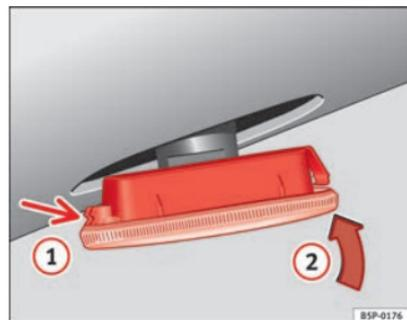

Fig. 195 Indicatori di direzioni laterali
- Prima collocare l'intermittente nel foro della carrozzeria, incastrando le linguette ⇒ fig. 195, freccia ①.
- Inserire la lampada come indicato dalla freccia ② ⇒ fig. 195. ■